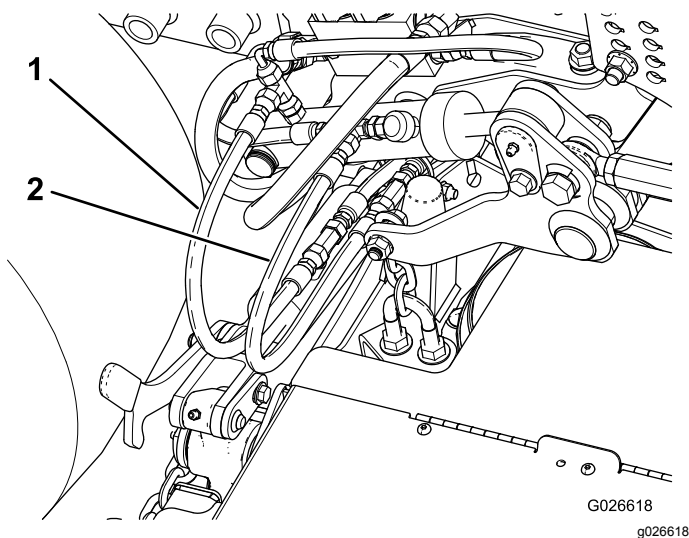

Bild 13
5. Befestigen Sie den kurzen Schlauch aus dem Kit am äußeren Anschluss am Hubzylinder des rechten Seitenmähwerks (Bild 13).
6. Befestigen Sie das andere Ende des kurzen Schlauchs am T-Anschlussstück am hinteren Anschluss am Mähwerkhubzylinder (Bild 13).